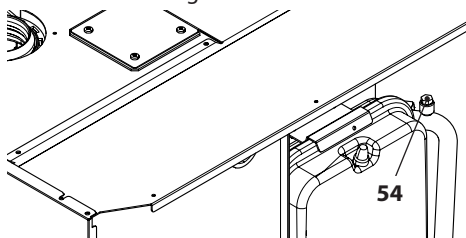

Figura 9.11
- Allentare il raccordo di sfiato del serpentino bollitore 54 in Figura 9.11.